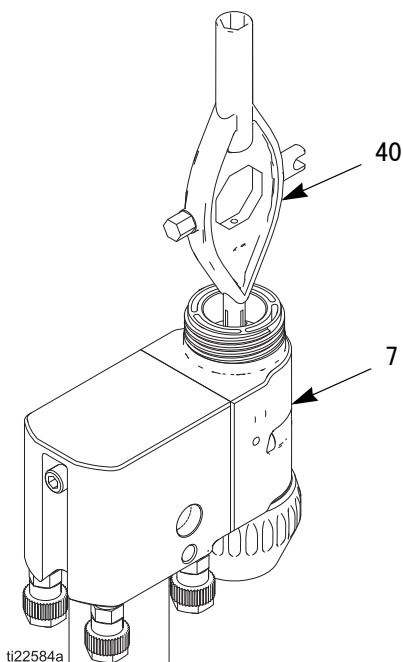

图 30. 电极更换
3. 通过多用工具（40）将电极（4）从枪体（7）正面拧下。图 30。